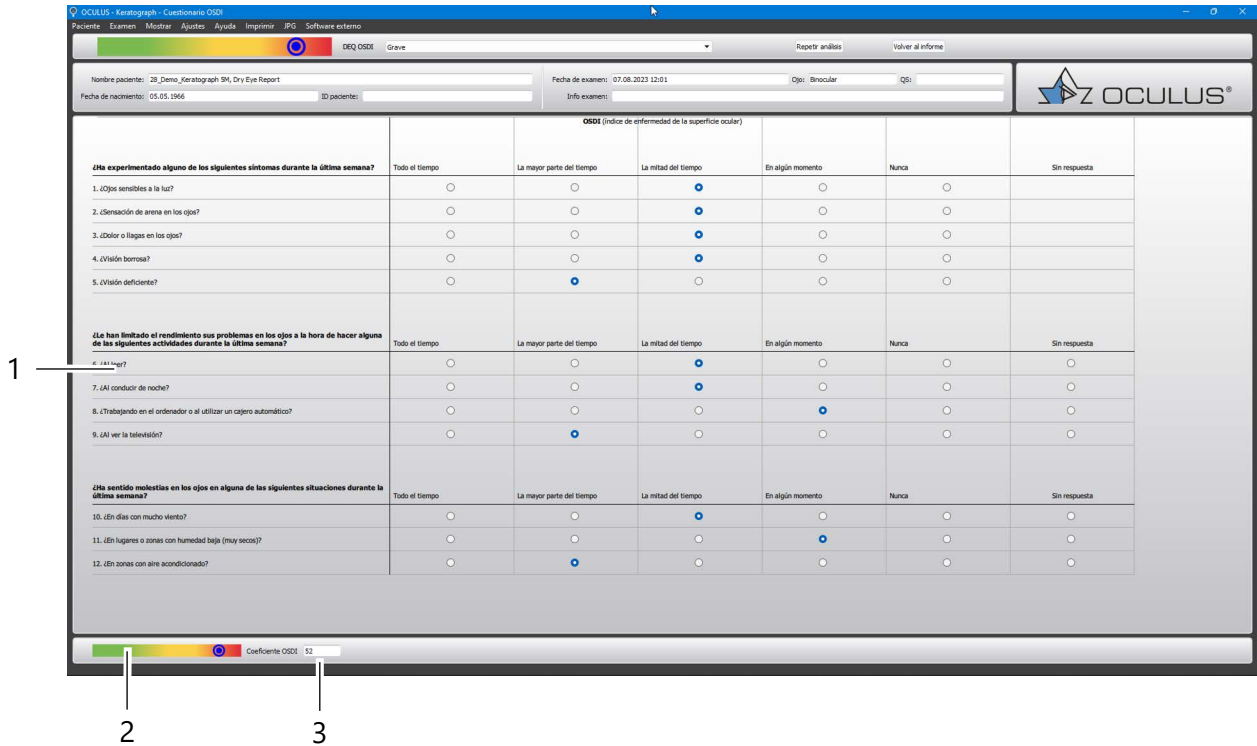

Fig. 18-3: Pantalla del DEQ OSDI
- Cumplimente el campo «Recomendación», para que el paciente reciba también la información correspondiente, *Fig. 18.3, página 64*.